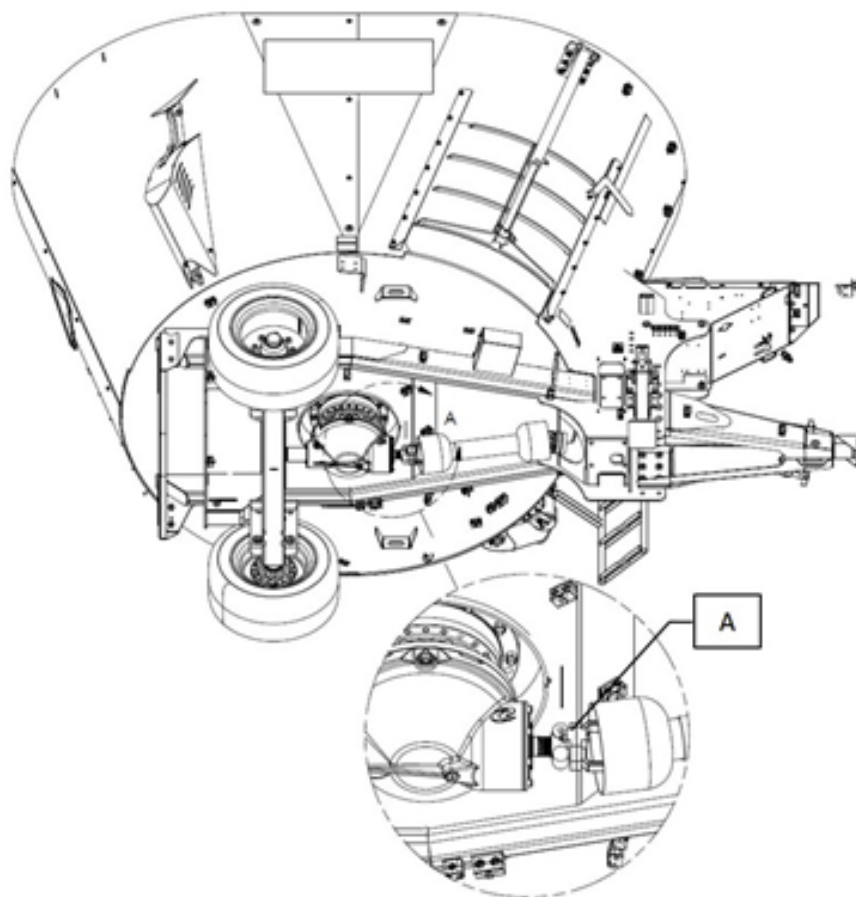

Figure 42 — Emplacement du limiteur de couple à boulon de cisaillement sur les SMARTMIX à une vis
2. Retirez le morceau de boulon du limiteur (repère A, Figure 42).